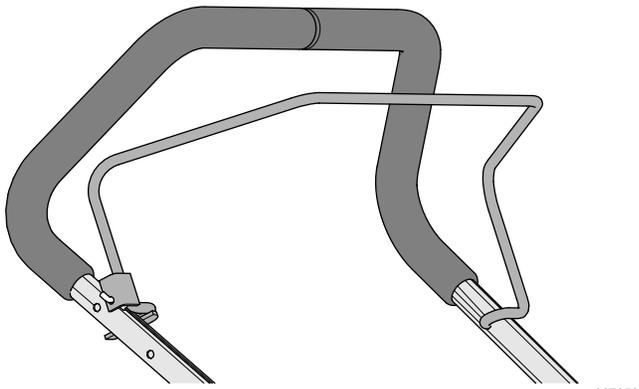

Figura 12
4. Inserte el extremo de la barra de presencia del operador en el manillar, apriete ligeramente la otra pata de la barra e inserte la barra en el manillar (Figura 12).